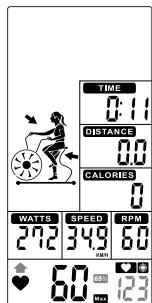

Figure 47
- ④ Wenn die Herzfrequenz unter 65% fällt, blinken & Wert. Und der Summer ertönt alle 10 Sekunden, bis die Herzfrequenz des Benutzers über 65 % liegt (Abbildung 47).
- ④ When Heart Rate goes below 65%, ↑ & 85% & value will flash. And buzzer sounds in every 10s until user HR achieves above 65% (Figure 47).